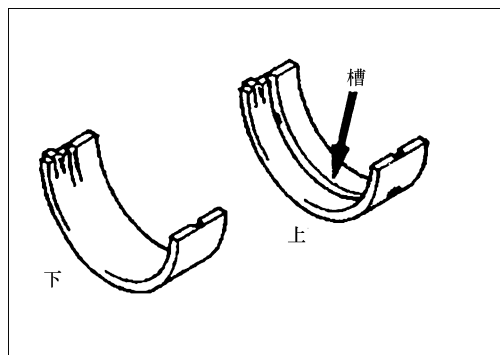

图 2-144 曲轴轴承
② 如图 2-144 所示，将有沟槽的轴承安装在气缸体一侧。
③ 如图 2-144 所示，将无沟槽的轴承安装在主轴承盖一侧。
(3) 主轴承盖、主轴承盖螺栓的安装